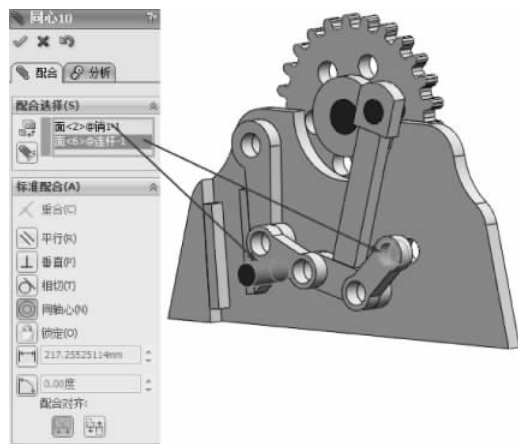

图 3-155 同轴心配合
(18) 选择【标准配合】选项组下的【同轴心】配合类型 ,在【要配合的实体】选择框  中选择如图 3-155 所示的面,其他保持默认,单击【确定】按钮 ,完成同轴心配合。